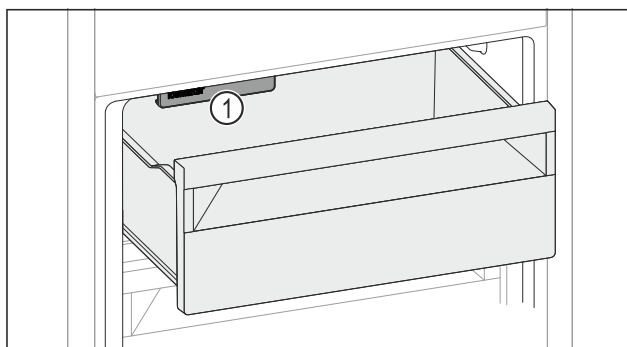

Fig. 140
- ▶ Слідкувати за функцією IceMaker Fig. 140 (1).